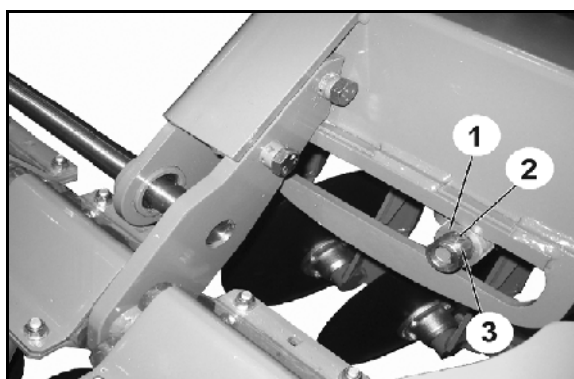

Fig. 55
Para reemplazar el rodillo (Fig. 55/1) estacionar la máquina desplegada de tal forma que el rodillo quede sin tensiones.
1. Aflojar la unión atornillada (Fig. 55/2).
2. Quitar el casquillo (Fig. 55/3).